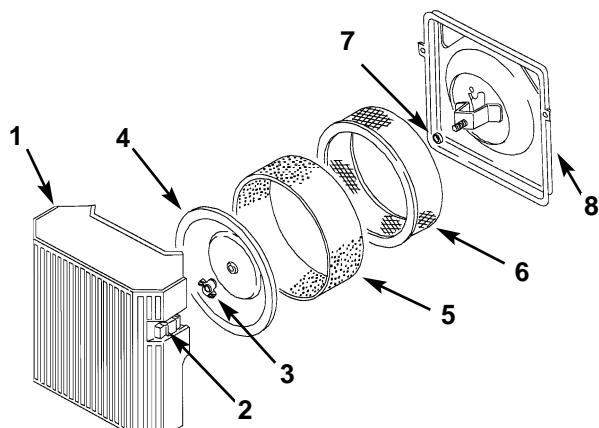

Figure 15
3. Pulite attorno al filtro dell'aria per impedire che lo sporco entri nel motore, danneggiandolo. Togliete la manopola e il coperchio del filtro dell'aria (Fig. 15).
4. Togliete delicatamente il filtro di spugna dal filtro di carta (Fig. 15)
5. Svitate il dado di gomma e togliete il filtro di carta (Fig. 15).
1. Mettete delicatamente il filtro di spugna sopra il filtro di carta (Fig. 15).
2. Inserite il filtro dell'aria al completo sull'asta lunga. Ora avvitate con le dita il dado del coperchio il filtro dell'aria (Fig. 15).
3. Montate il coperchio del filtro dell'aria e la manopola (Fig. 15).